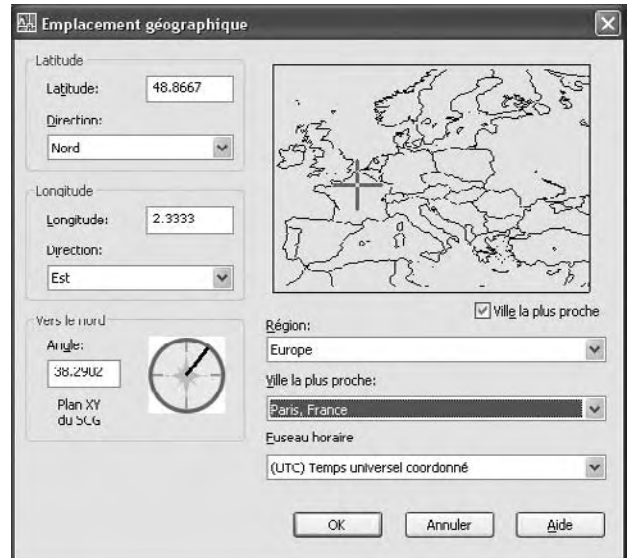

Fig.10.24
- Dans la boîte de dialogue **Emplacement géographique** (Geographic Location), procédez de l'une des manières suivantes (fig.10.24) :